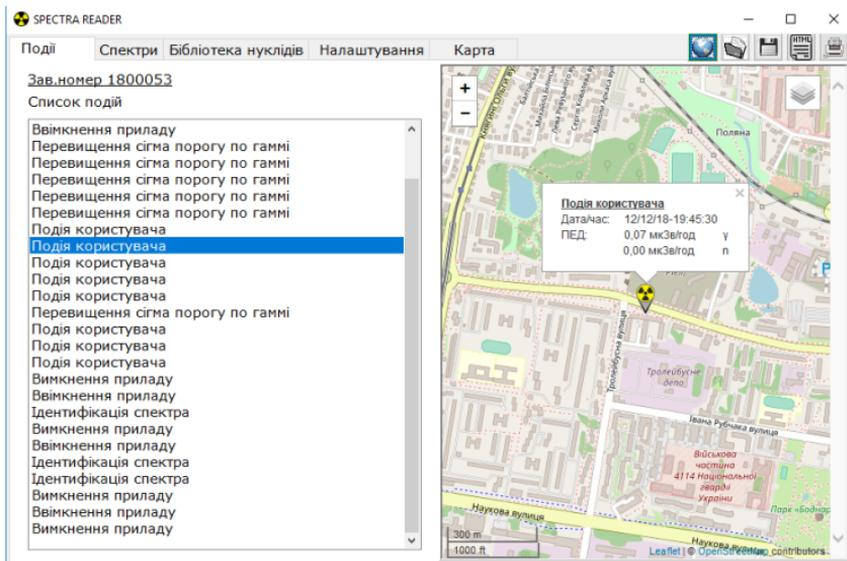

Рисунок 39 – Відображення події на карті
- відобразити подію на карті, відповідно до координат, де вона була збережена (якщо координати були додані) (рис. 39).